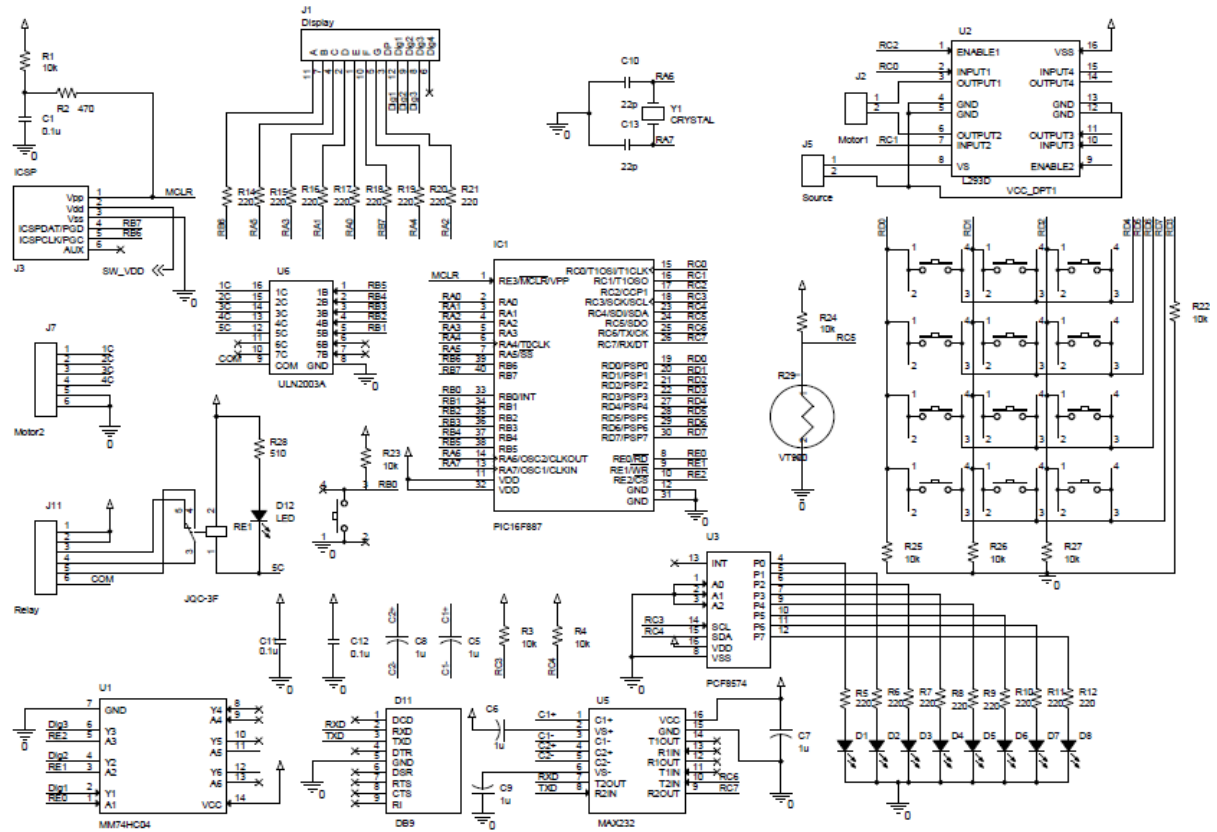
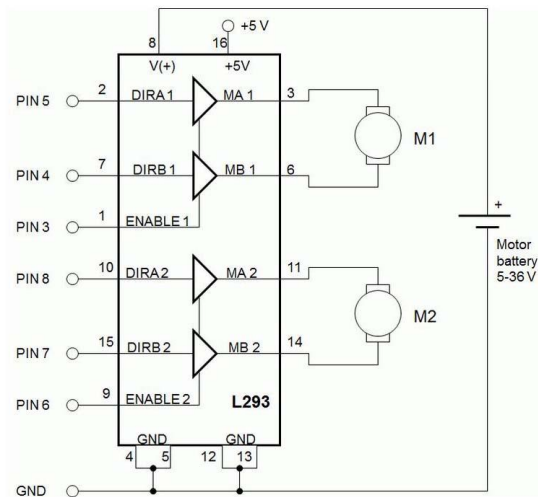

Рис. 2. Схема электрическая принципиальная станда №2.
Рис. 3. Внутренняя структура L293.
2.2. С помощью команды меню «Файл» → «Открыть» откройте модель лабораторного стенда №2. в среде моделирования Proteus ISIS Professional (рис . 1). На рис. 2. приведена схема электрическая принципиальная стенда№2
3.1. Подключите к плате стенда №2 согласно приведенным схемам через разъемы J2 и J5 на схеме рис. 2 двигатель постоянного тока (ДПТ) и внешнее питание для двигателя. На рис. 3 приведена внутренняя структура микросхемы драйвера двигателей. Используется только один канал. Направление двигателя